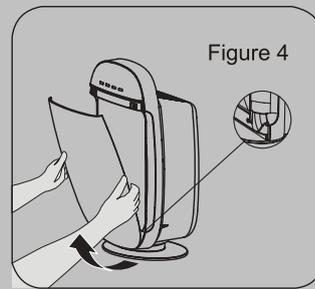

Figure 4
4. Installer le panel en suivant l'ordre inverse pour le démontage. (Comme illustré à la figure 4)